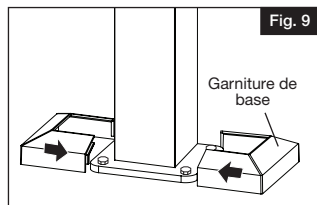

Fig. 9
- f. Serrer les boulons, puis poser les sections de garniture de base autour du poteau. Prendre un côté de la garniture de base et pousser les bouchons de plastique dans le trou situé en dessous. Prendre la deuxième moitié de la garniture de base et l'encliqueter dans la première (Fig. 9).